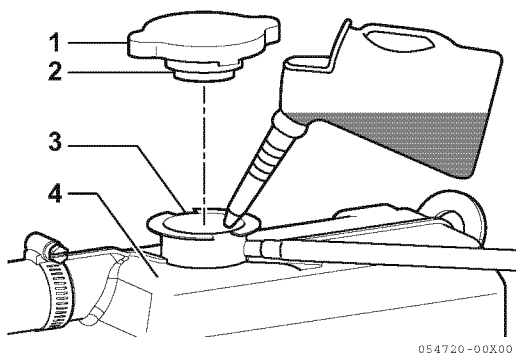

Figure 11
4. Hell kjølevæske langsomt inn i kjølevæsketanken / varmeveksleren (**Figure 11, (4)**) for å unngå luftbobler. Fyll på til kjølevæsken renner over kanten til påfyllingsåpningen.
5. Tilpass påfyllingslokk-klaffene (**Figure 11, (1)**) med påfyllingsstusshakk (**Figure 11, (3)**) og stram påfyllingslokket (**Figure 11, (2)**).